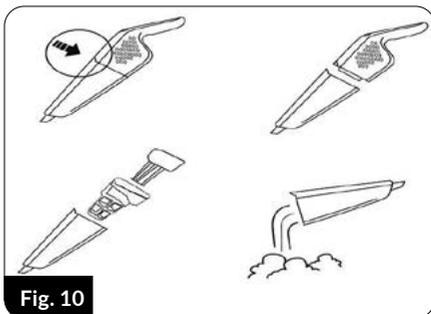

Fig. 10
6. Controleer regelmatig of de stofopvangbak (12) vol is. Een overvolle stofopvangbak vermindert de stofzuigprestaties, verhoogt het energieverbruik en zorgt ervoor dat de filters sneller vuil worden. Om de stofbak te legen, zet u de stofzuiger uit, demonteert u deze van de hoofdhandgreep, gebruikt u de knop (8), maakt u de stofbak (12) los van de stofzuiger, verwijdert u het HEPA-filter (10) en het filterlichaam (11) uit de container. Giet de inhoud van de container in de afvalbak (fig. 10).
- Schakel na het stofzuigen de stofzuiger uit met de schakelaar (3), maak de stofopvangbak schoon en laad de accu op. Met een volledig opgeladen batterij kan de stofzuiger tot 40 minuten werken met een lage zuigkracht. Het ontladen van de batterij wordt gesignaleerd door het pulseren van het indicatielampje (7) en een merkbare afname van de zuigkracht.